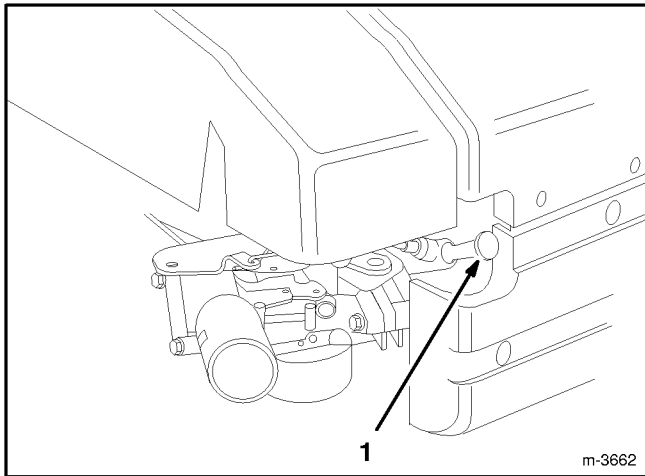

Abbildung 12
1. Das Zündkerzenkabel auf die Zündkerze stecken (Abb. 12).
1. Den Motor abstellen und das Kabel von der Zündkerze abziehen (Abb. 12). Beim
1. Den Motor abstellen und auskühlen lassen und das Kabel von der Zündkerze abziehen (Abb. 12). Beim Elektrostart-Modell den Schlüssel aus dem Starter ziehen.
1. Den Motor abstellen und das Kabel von der Zündkerze abziehen (Abb. 12). Beim E-Start-Modell den Schlüssel aus dem Schalter ziehen.
3. Den Motor abstellen und das Kabel von der Zündkerze abziehen (Abb. 12). Beim Startschlüssel-Modell den Schlüssel aus dem Starter ziehen.